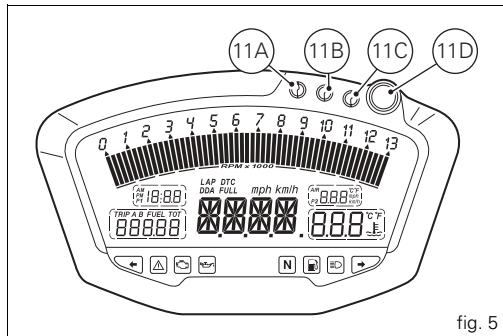

fig. 5
11) TRACTION CONTROL LIGHT (fig. 5).